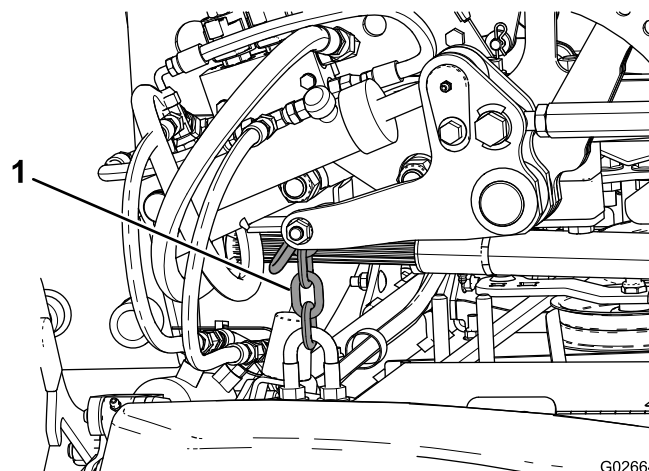

図 17
- A. 右後昇降チェーンを、昇降ブラケットの **内側** に取り付けるボルト1本とナット2個を使用する 図 17。